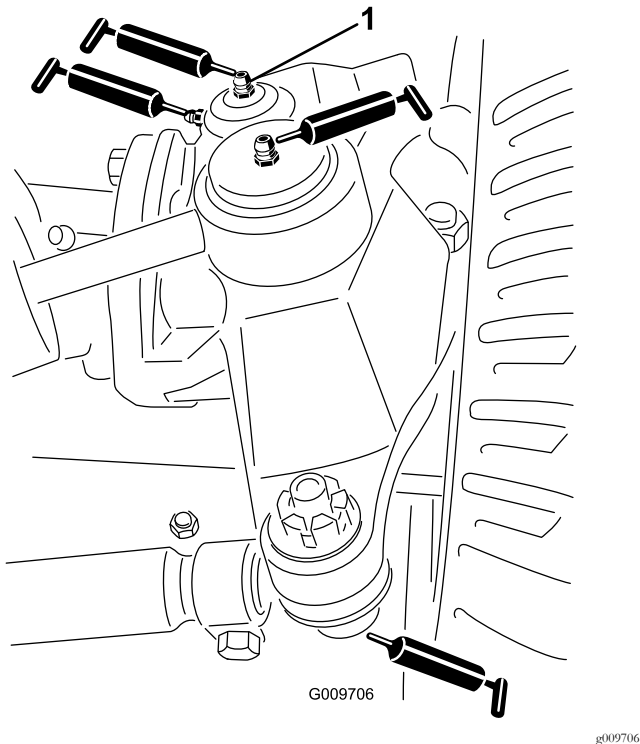

图34
- 转向油缸球窝接头2 个如图34 所示
- 横拉杆球窝接头2 个如图34 所示
- 主销轴套2 个如图34 所示